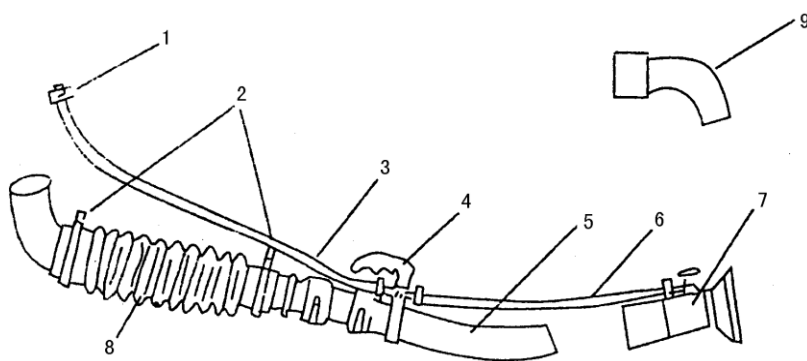

Fig.4
3) Conectaţi tubulatura de atomizare la aparat, ca în Fig.4.